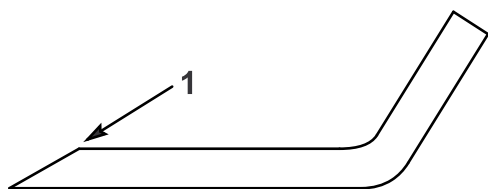

Figure 40
1. Au moyen d'une lime, aiguisez les tranchants aux deux extrémités de chaque lame (Figure 40). Veillez à conserver l'angle de coupe d'origine. Limez la même quantité de métal sur les deux tranchants pour ne pas déséquilibrer la lame.